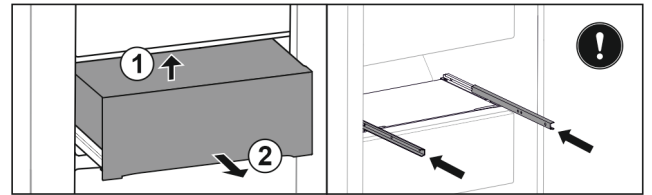

Fig. 99
- ▶ Løft skuffen nedenfra på baksiden. Fig. 99 (1)
- ▶ Ta ut skuffen framover. Fig. 99 (2)